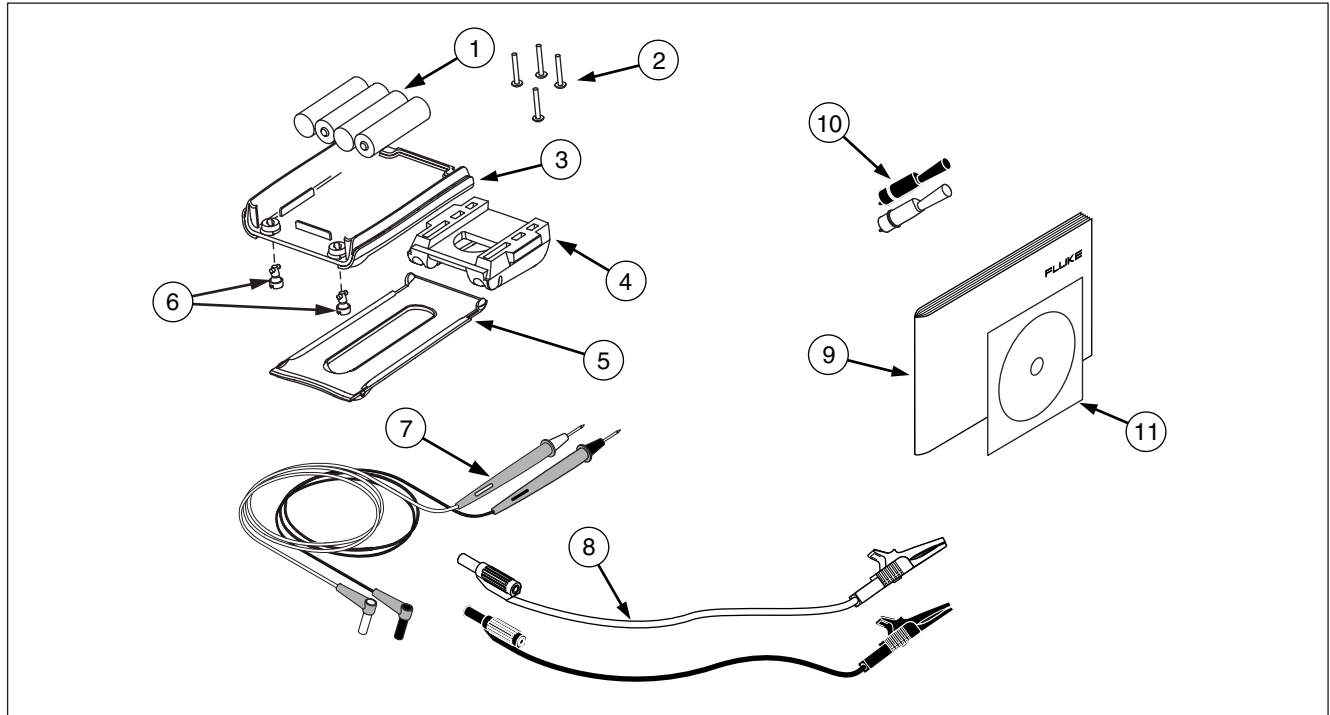

Abbildung 25. Ersatzteile
Die Tabelle 8 enthält die Teilenummern (PN) aller ersetzbaren Teile. Siehe Abbildung 25.